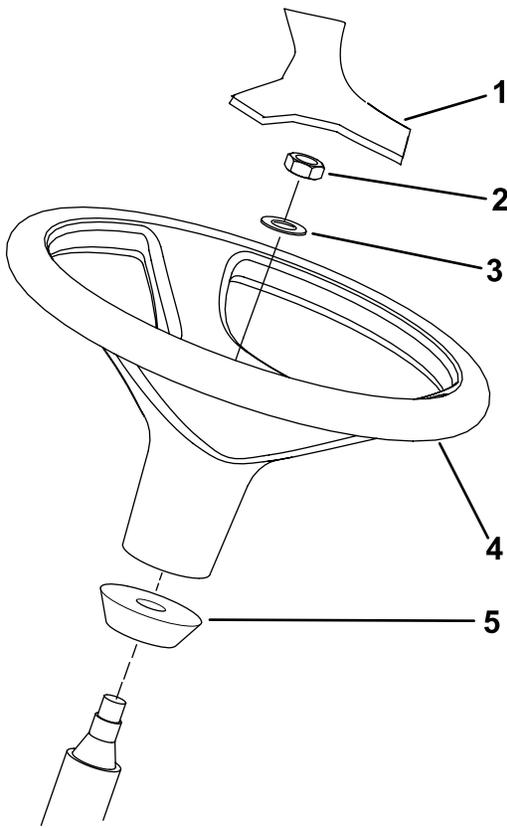

図 14
- 1. 出荷台からハンドルを外す。 図 14
注 ステアリングシャフトについているウレタン製のカラーは外さないでください (図 14)。
- ハンドルとワッシャをステアリングシャフトにはめ込む (図 14)。
- ハンドルにカバーを取り付ける (図 14)。